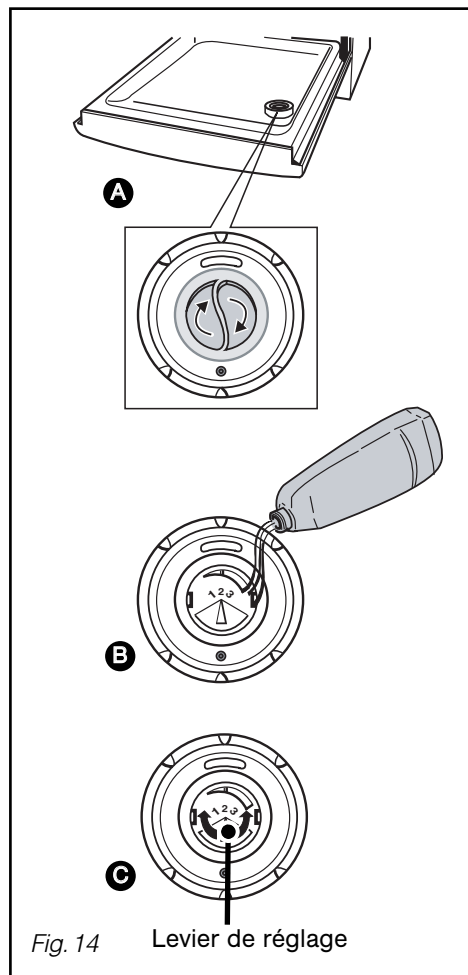

Fig. 14 Levier de réglage
• Le produit de rinçage (Fig. 14)
Réglez si nécessaire, le réglage d'origine est 2. Après quelques cycles en cas de mauvais séchage ou de traces, augmenter le réglage en tournant le levier (fig 14 **C** : repère 3 pour augmenter